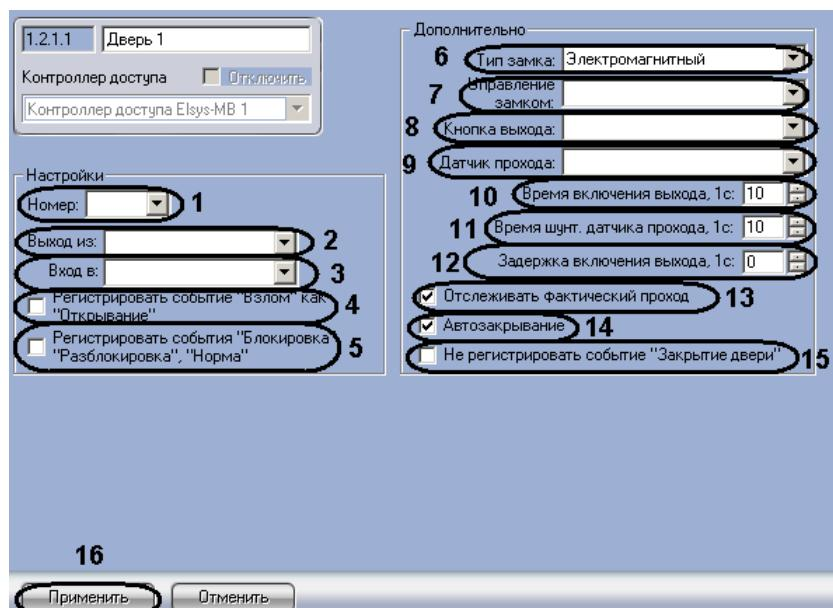

Рис. 3.4-20 Панель настроек объекта Дверь
2. Перейти на панель настроек объекта Дверь (Рис. 3.4-20).
3. Из раскрывающегося списка **Номер**: выбрать адрес точки доступа (см. Рис. 3.4-20, 1).
4. Из раскрывающегося списка **Выход из**: выбрать объект **Раздел**, соответствующий территории, расположенной со стороны входа через точку доступа (см. Рис. 3.4-20, 2).
5. Из раскрывающегося списка **Вход в:** выбрать объект **Раздел**, соответствующий территории, расположенной со стороны выхода через считыватель (см. Рис. 3.4-20, 3).
6. Если необходимо, чтобы в контроллере регистрировалось событие **Взлом** как событие **Открывание**, установить соответствующий флагок (см. Рис. 3.4-20, 4).
7. Для того чтобы в протоколе событий регистрировались события **Блокировка**, **Разблокировка**, **Норма**, необходимо установить соответствующий флагок (см. Рис. 3.4-20, 5).
8. Выбрать тип замка (**Электромагнитный** или **Электромеханический**) из одноименного раскрывающегося списка (см. Рис. 3.4-20, 6).
9. Из раскрывающегося списка **Управление замком:** выбрать выходное реле, открывающее замок (см. Рис. 3.4-20, 7).
10. Из раскрывающегося списка **Кнопка выхода:** выбрать кнопку (объект **Вход** с типом **Нормально-разомкнутый извещатель** и значением параметра **Время интегрирования:** равным **70**), при нажатии на которую либо дверь открывается на выход, либо запрос о предоставлении доступа на выход отправляется оператору (см. Рис. 3.4-20, 8).
11. Из раскрывающегося списка **Датчик прохода:** выбрать датчик закрытия двери (см. Рис. 3.4-20, 9).
12. В поле **Время включения выхода, 1с:** установить с помощью кнопок вверх-вниз время включения замка двери (время прохода) в секундах (см. Рис. 3.4-20, 10).
13. В поле **Время шунт. датчика прохода, 1с:** установить с помощью кнопок вверх-вниз время в секундах, отводимое на проход (см. Рис. 3.4-20, 11).
14. В поле **Задержка включения выхода, 1с:** установить с помощью кнопок **вверх-вниз** время задержки открывания двери на выход в секундах (см. Рис. 3.4-20, 12).
15. Установить флагок **Отслеживать фактический проход**, если необходимо регистрировать проход по срабатывания датчика прохода (см. Рис. 3.4-20, 13).
16. Для включения режима, при котором по факту закрытия двери досрочно выключается замок и берётся под охрану датчик прохода, необходимо установить флагок **Автозакрывание** (см. Рис. 3.4-20, 14).
17. Для того чтобы в протоколе событий не регистрировалось событие **Закрытие двери**, необходимо установить соответствующий флагок (см. Рис. 3.4-20, 15).
18. Для сохранения изменений необходимо нажать кнопку **Применить** (см. Рис. 3.4-20, 16).